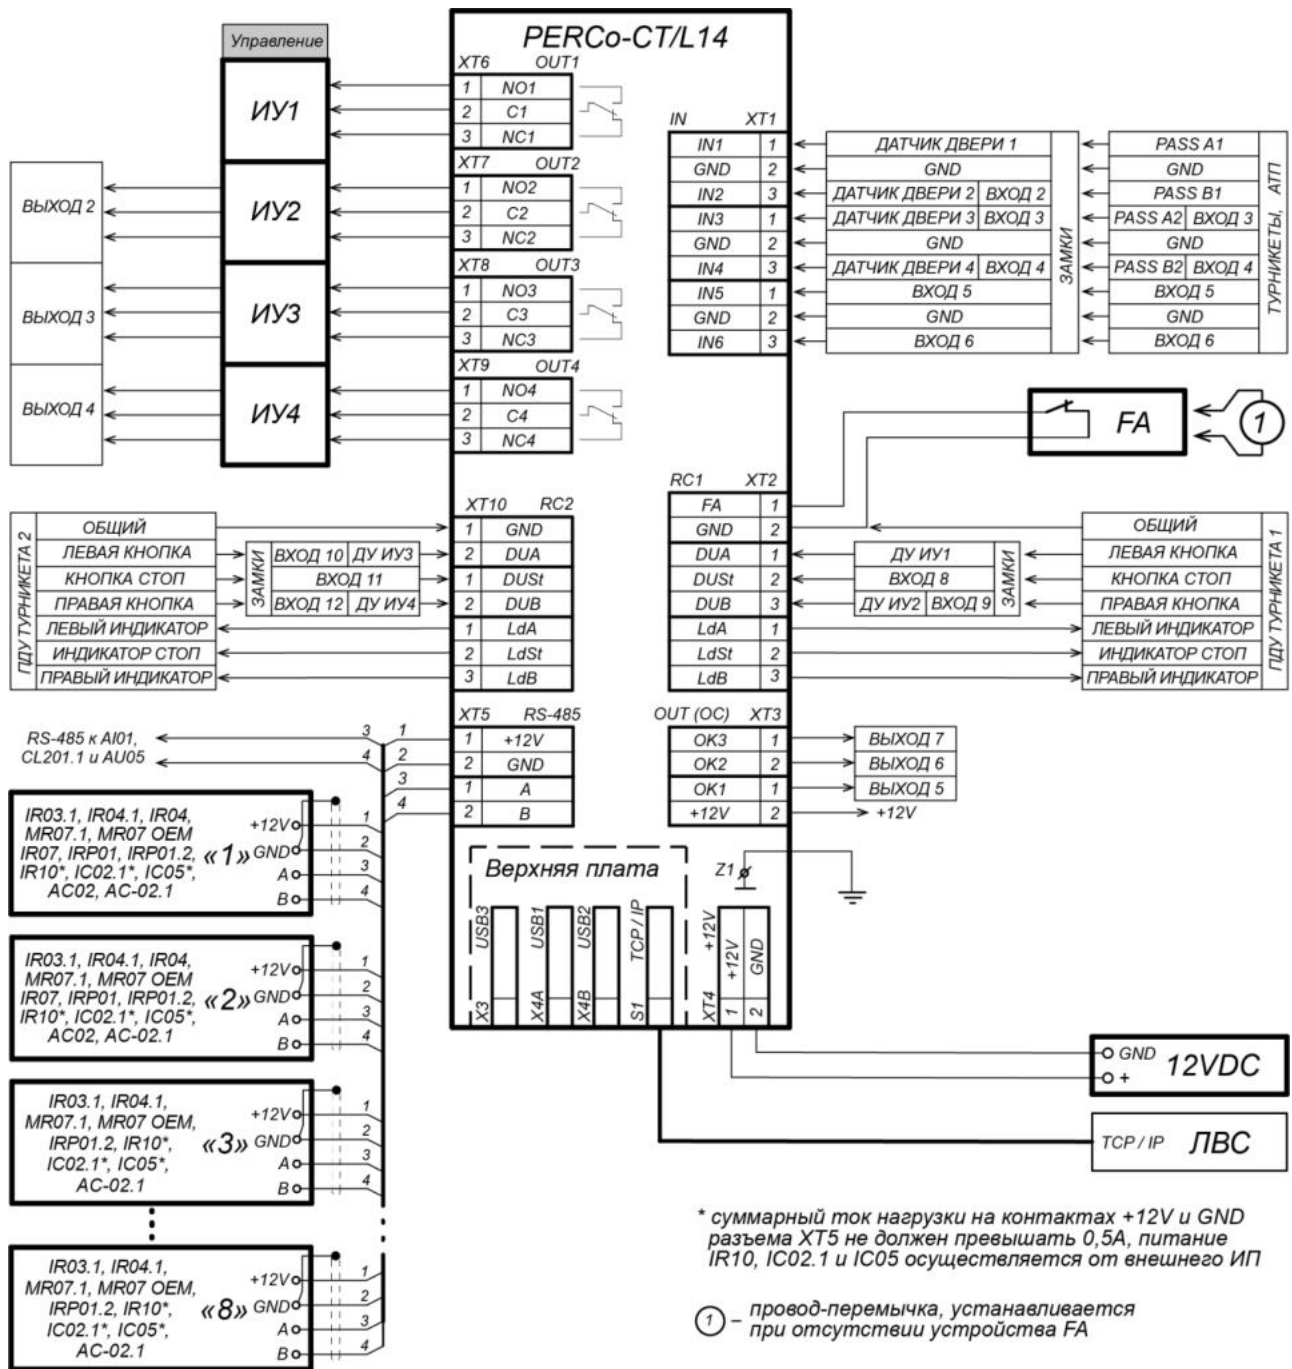

Рисунок 3. Общая схема подключений
Выходы *LdA*, *LdSt*, *LdB* могут использоваться (см. рис. 3):
При подключении к RS-485 руководствуйтесь инструкциями на подключаемые устройства и схемой, представленной на рис. 3. Для подключения линии связи RS-485 к контроллеру применяется кабель типа №2 (см. табл. 3).
Возможны следующие варианты подключения считывателей (см. рис. 3):
Подключение к контроллеру осуществляется согласно схемам, представленным на рис. 3 - 13. Используемые типы кабелей указаны в табл. 3. Расположение клеммных колодок на плате контроллера указано на рис. 1.
7. Установите ИП, подключите кабель от ИП к клеммной колодке **XT4** нижней платы контроллера согласно схеме, представленной на рис. 3.
2. Подключение замка производится к клеммным колодкам **XT6-XT9** нижней платы контроллера в соответствии со схемами подключения (см. рис. 3 - 5).
Аварийная разблокировка (аварийное открытие прохода) исполнительных устройств производится по команде устройства аварийной разблокировки (аварийного открытия прохода) *Fire Alarm*. Устройство *Fire Alarm* подключается к входу контроллера *FA* (контакты *FA* и *GND* клеммной колодки **XT2**, см. рис. 3, 5, 10). При отсутствии устройства *Fire Alarm* на вход должна быть установлена перемычка проводом (установлена при поставке). Параметры для сигнала *FA* указаны в разд. 5.4.2. При подаче управляющего сигнала на вход *FA* контроллер переводится в режим *Fire Alarm*. В этом режиме все подключенные ИУ разблокируются (открываются) для прохода в обоих направлениях. Другие команды управления при этом игнорируются.